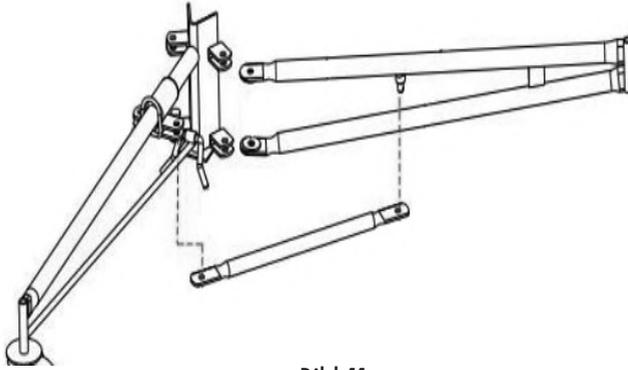

Bild 11
- Fäst basanslutningarna på basbenet och okringen med hjälp av brickor $\varnothing 12$, saxsprint $\varnothing 2,5 \times 25$ och bultar enligt fig. 11.